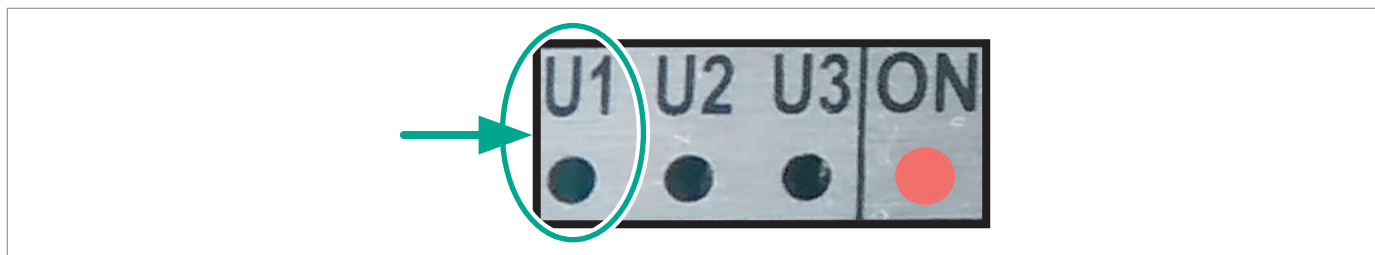

Fig. 5.12. LED de alimentación
2. Reinicie la RTU con la tecla reset. El LED U1 (Fig. 5.12) permanece encendido con una luz fija durante toda la fase de actualización.